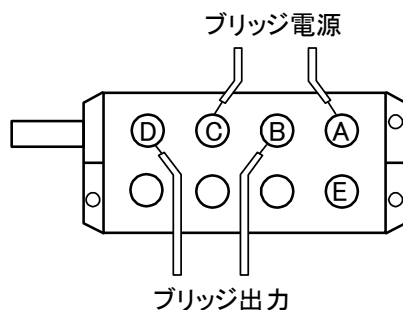

図4-2 ブリッジBOXの結線
B) ひずみを測定するためのブリッジで、ひずみゲージは種々の接続法が用いられます。これらの接続法は、4-2頁「ひずみゲージによるブリッジ構成例」を参照してください。またブリッジボックスを中継して各種の変換器を使用する場合には図4-2のように接続してください。